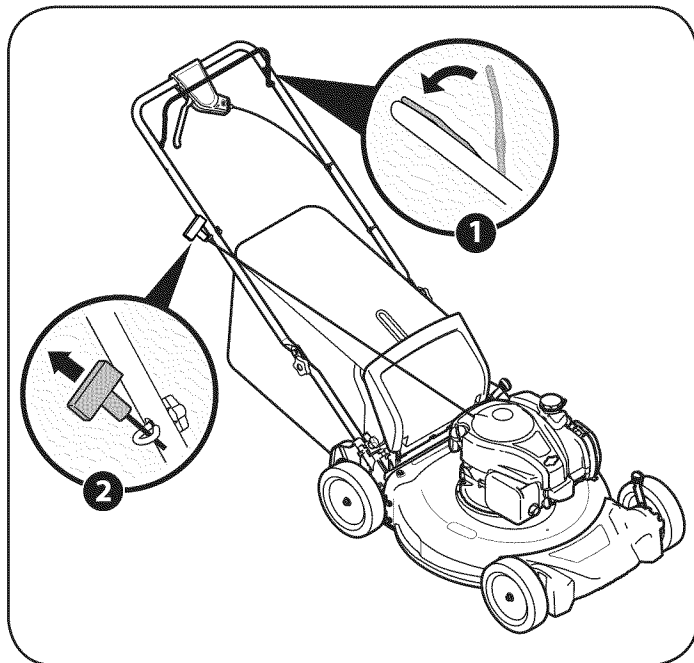

Figura 14
2. Sostenga firmemente las dos manijas juntas, tome la manija del arrancador de retroceso y tire de la cuerda para sacarla con un movimiento rápido y continuo. Vea la Figura 14. Mantenga firme la manija del arrancador, deje que la cuerda regrese lentamente al arrancador. Repita hasta que el motor esté en marcha. Deje que la cuerda se enrosque lentamente de regreso.
2. Incline la cortadora de césped de modo que quede apoyada sobre el alojamiento, mantenga el silenciador de costado hacia abajo. Refiérase a la figura 14. Sostenga firmemente la cortadora.